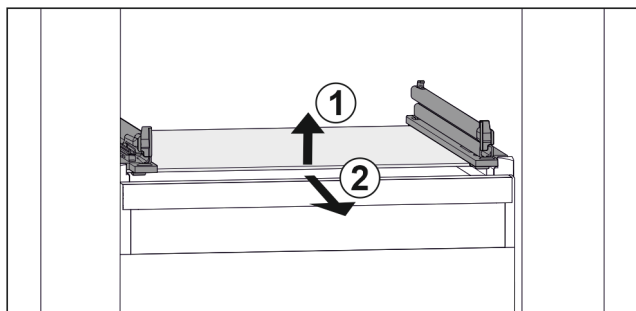

Fig. 59 Przykładowa prezentacja płyty szklanej
- ▶ Unieść płytę szklaną z przodu. Fig. 59 (1)
- ▶ Wyjąć płytę szklaną do przodu. Fig. 59 (2)